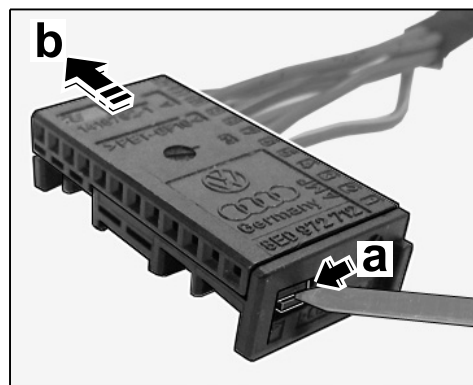

Рис. 22
3.5.1 Разблокировать разъем со стороны автомобиля (12-контактный) для кнопки опускания задней части (1BK) (см. также ⇒ Рис. 22).
3.5.2 Разблокировать новый разъем (12-контактный, кнопка тягово-сцепного устройства — 1D3 / 1D9 и опускание задней части (1BK) (⇒ Рис. 22).